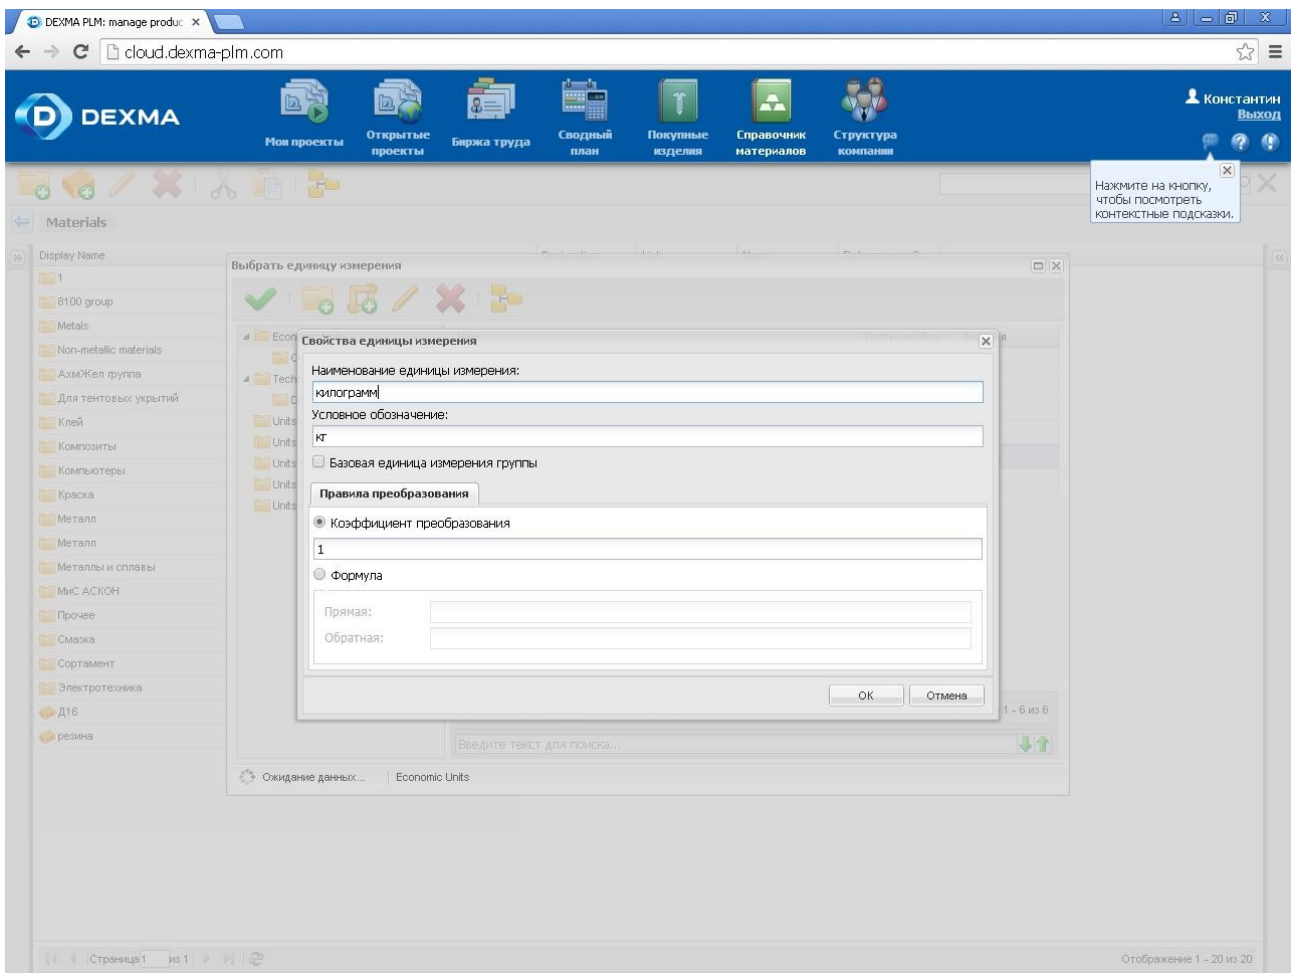

Рисунок 4 – Свойства единиц
4. После ввода параметров единицы измерения в окне Создать единицу измерения нажмите на кнопку ОК (см. рис. 4).